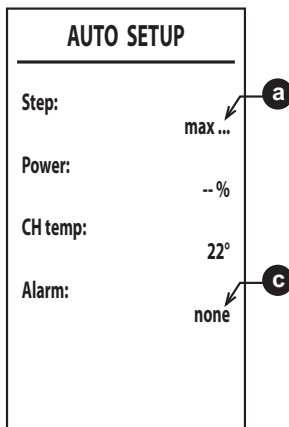

fig. 38
6. Después del encendido, el quemador se pone en modo calefacción a las distintas potencias (máx., med., mín.) indicadas por el punto **a** (fig. 38). Si la eliminación del calor de la instalación no es suficiente para hacer terminar el procedimiento, se puede activar una demanda de ACS **solo después de que se haya encendido el quemador**.
8. Si la secuencia de encendido descrita en el punto “6” no termina correctamente, se visualiza el mensaje **max_err** en el punto **a** y un código de error en el punto **c** (fig. 38).